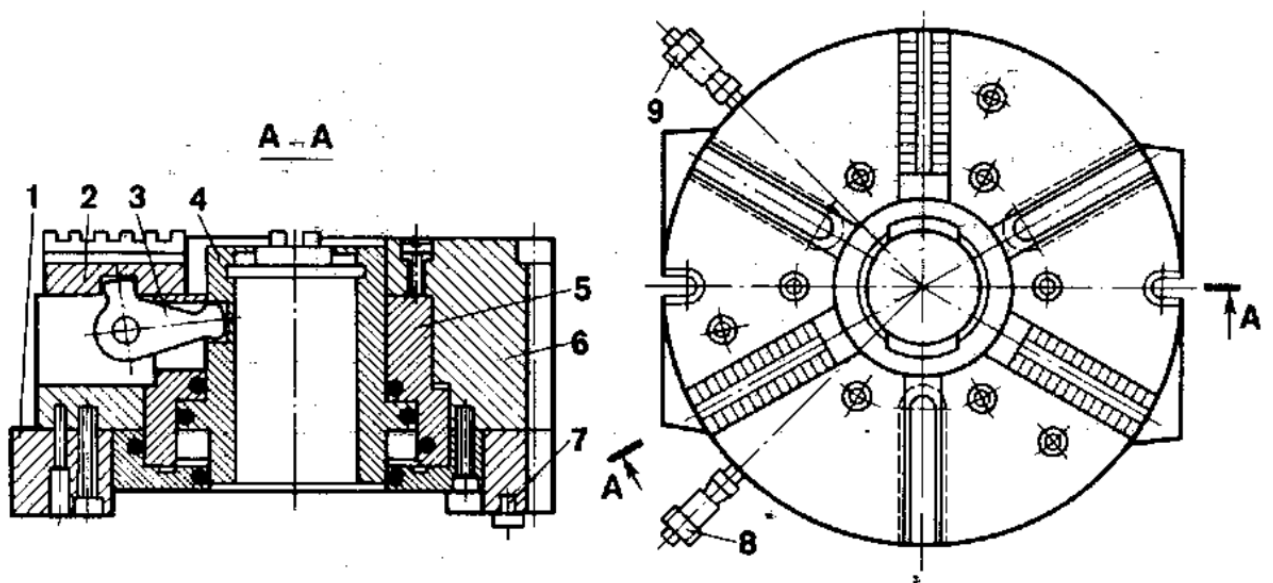

Рис. 38.
3. Составьте описание конструкции и принципа действия приспособления по рис. 38.